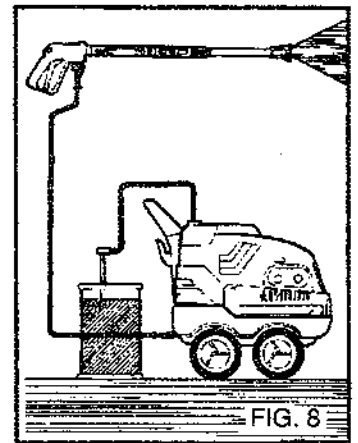

FIG. 8
- 3) Après l'emploi avec du détergent, rincer le circuit d'aspiration ; enfiler le tuyau d'aspiration (fig. 8) du détergent dans un bidon d'eau propre et faire fonctionner la pompe pendant 1 minute avec le robinet de dosage complètement ouvert et la lance en phase de sortie du détergent.
4) Après l'emploi avec du détergent, rincer le circuit d'aspiration ; enfiler le tuyau d'aspiration (fig. 8) du détergent dans un bidon d'eau propre et faire fonctionner la pompe pendant 1 minute avec le robinet de dosage complètement ouvert et la lance en phase de sortie du détergent.